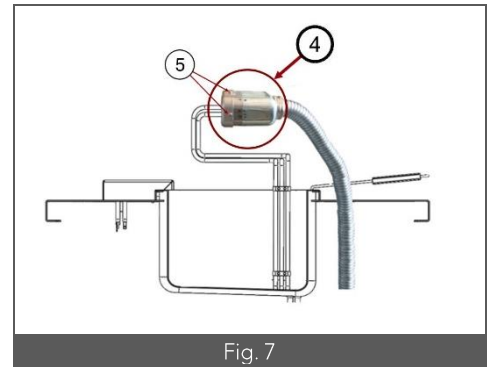

Fig. 7
- Le boîtier de raccordement électrique intermédiaire assurant la liaison entre le circuit électrique de l'appareil et la résistance (Fig. 7 – Rep. 4) est alors accessible. Dévisser les vis situées sur le pourtour du boîtier (Fig. 7 – Rep. 5) de façon à pouvoir déconnecter la résistance.